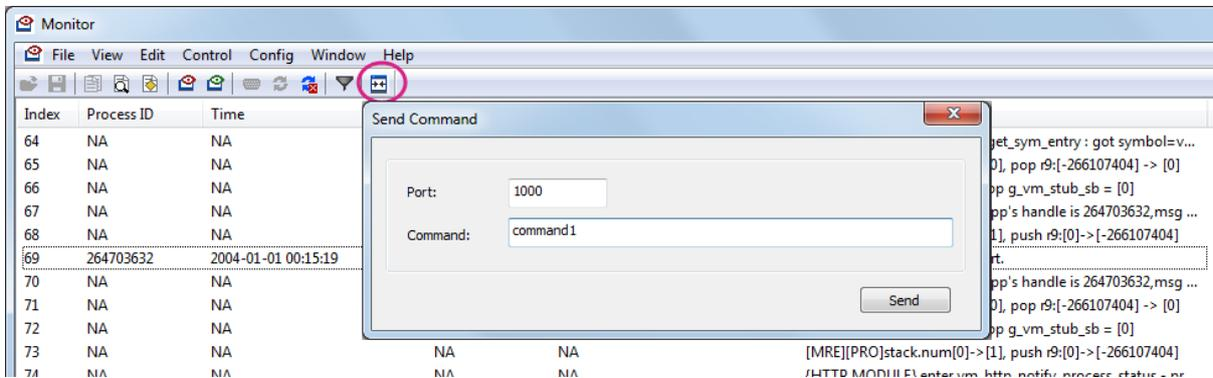

图 37 发送 AT 命令窗口
6) 您还可以点击发送命令按钮工具，来发送命令，如图 37，请参见章节 5.4，“命令”了解命令字符串格式。